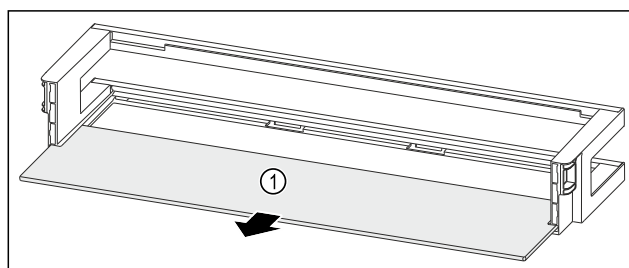

Fig. 211 Balconnet de contre-porte avec tablette de rangement
- Retirer la tablette de rangement Fig. 211 (1).